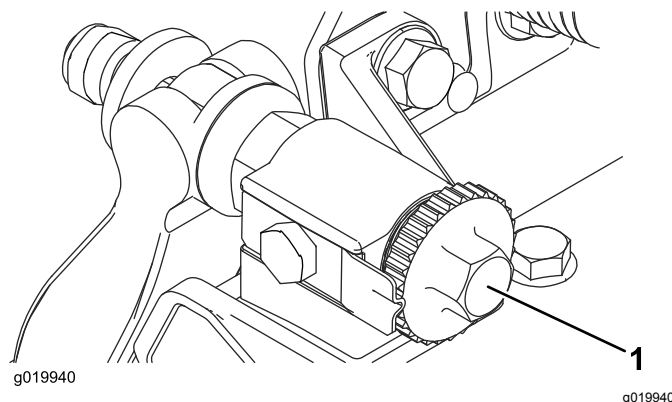

Рисунок 8
1. Установите режущий блок на ровной поверхности. Поверните регулировочные винты планки неподвижного ножа против часовой стрелки, чтобы планка не касалась барабана (Рисунок 8).